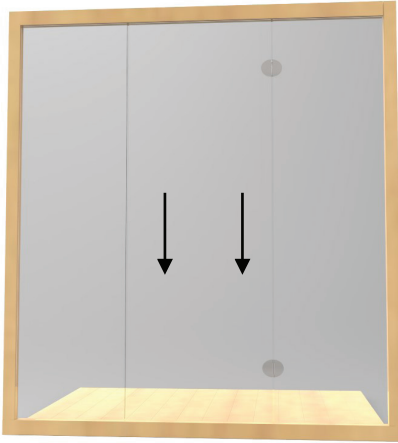

Abb. 2
3. Stellen Sie die Vorderwand mit Glastür vor die Bodenplatte (Abb. 2). Die Vorderwand wird nicht fixiert.